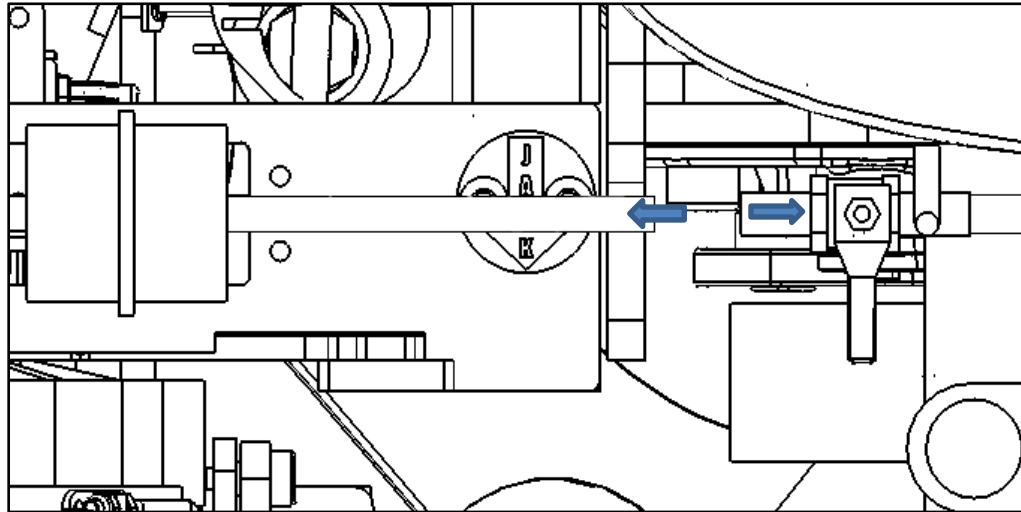

Fig. 3
3. Fermez la vanne (Fig 2-1), puis débranchez le tube indiqué dans (Fig. 3).